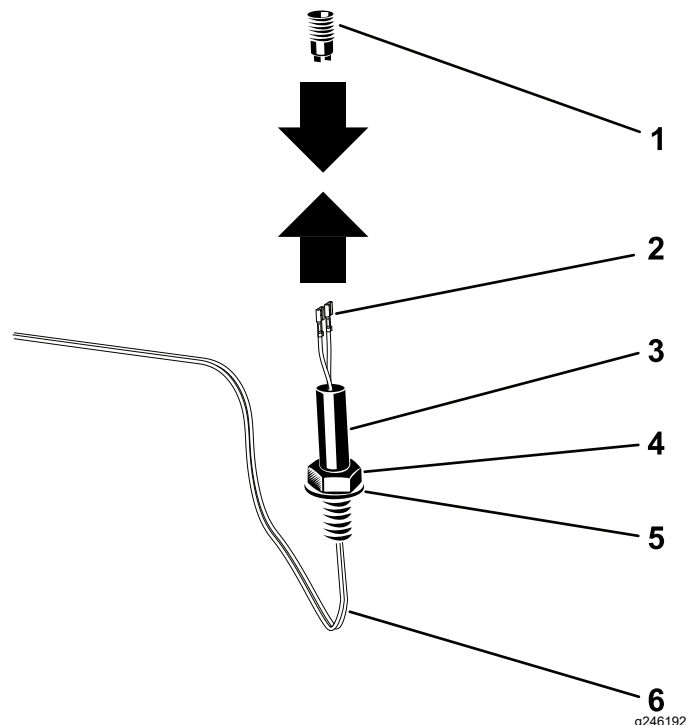

Рисунок 6
3. Проложите жгут проводов через гайку, шайбу и гнездо маячка. Подсоедините клеммы к разъему маячка (Рисунок 6).